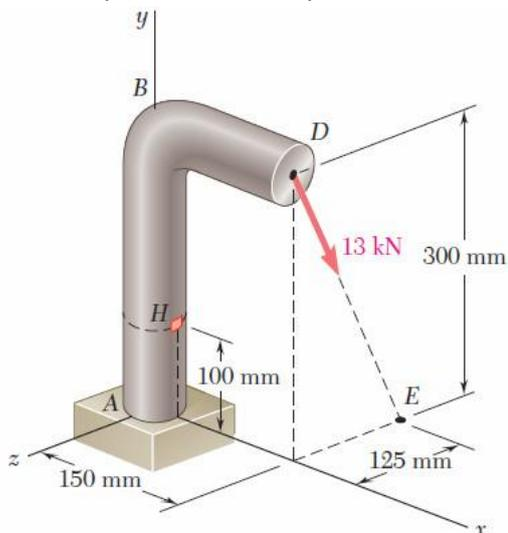

Figura 2.1
2.1.1 As peças da Figura 2.1 e da Figura 2.2 são feitas de um aço 6745 (DIN 40NiMoCr105) com tensão limite de elasticidade de 800 MPa. a). Utilizando o critério de von Mises e sabendo que o coeficiente de segurança é 2, determine o diâmetro da peça no encastramento. b). Trace o estado de tensão dos pontos H e dos pontos A e B. Despreze o esforço cortante.
3.1.1 Um veio de aço de secção transversal variável da Figura 2.1 tem uma razão de diâmetros $D/d = 1,5$. Sabendo que $r/d = 0,05$, dimensione o veio para suportar um momento fletor $M = 12500$ Nm, considerando que o aço tem uma tensão de cedência de 400 MPa e o coeficiente de segurança é de 1,5.